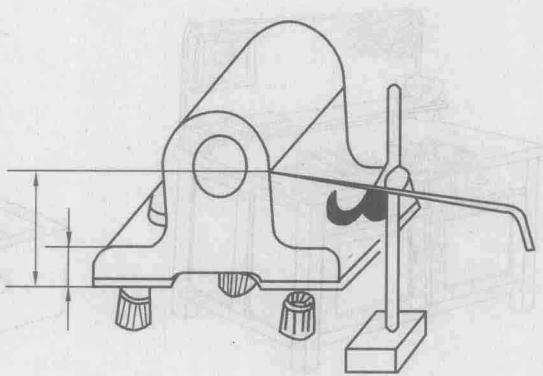

图 1-16 立体划线
(3) 立体划线。要同时在工件几个不同方向的表面上划线,才能明确表示出工件加工界线的,叫做立体划线,如图 1-16 所示。